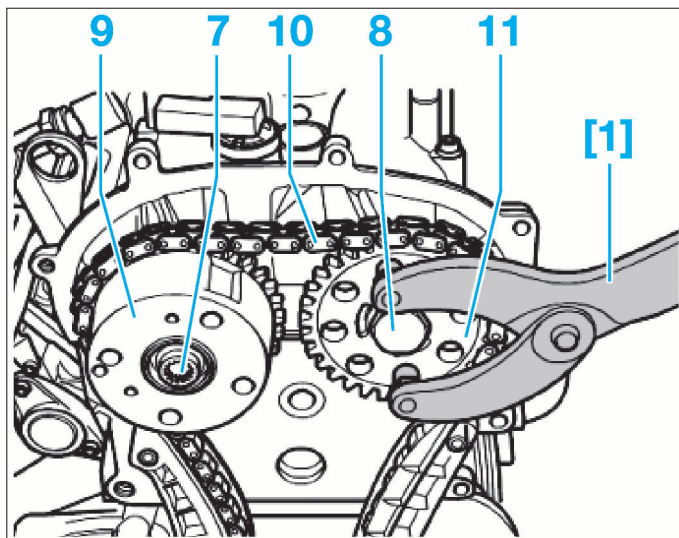

FIG. 19
- Bloquer le pignon d'arbre à cames d'échappement à l'aide de l'outil [1], puis déposer les vis (7 et 8) (Fig.19).